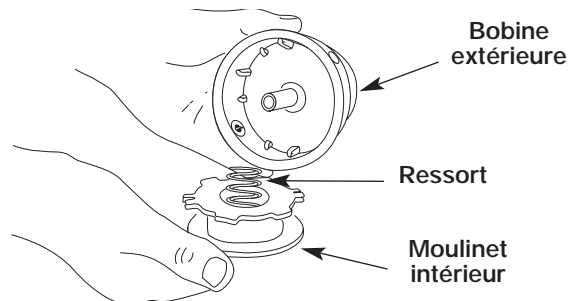

Fig. 16
2. Retirez le moulinet intérieur de la bobine extérieure (Fig. 16).
3. Retirez le ressort du moulinet (Fig. 16).
1. Tenez la bobine extérieure d'une main et dévissez le bouton de butée vers à droite (Fig. 16). Inspectez le boulon à l'intérieur du bouton de butée pour vous assurer qu'il se déplace librement. Remplacez le bouton de butée s'il est endommagé.
2. Retirez l'ancien moulinet intérieur de la bobine extérieure (Fig. 16).
3. Retirez le ressort de l'ancien moulinet intérieur (Fig. 16).